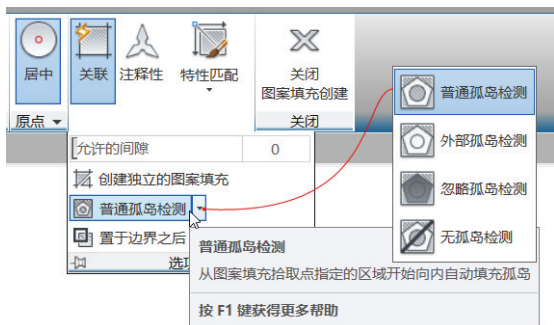

图 3-44 指定孤岛检测方式
③ 在“图案”面板中选择“GB_LINEAR”渐变色图案，在“特性”面板中设置“渐变色 1”为蓝色，“渐变色 2”为黄色。
④ 在“选项”面板中单击“关联”按钮以选中它，接着单击“选项”溢出按钮，并从“孤岛检测”下拉列表框中选择“普通孤岛检测”选项，如图 3-44 所示。